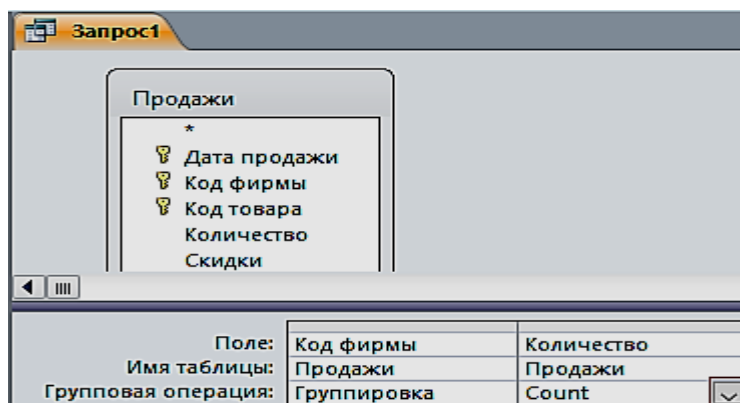

Рис. 2.18. Запрос для подсчета количества товара по коду фирмы
5. В столбце «**Количество**» замените слово **Группировка** на функцию Count. Для этого вызовите раскрывающийся список и выберите эту функцию (рис. 2.18).